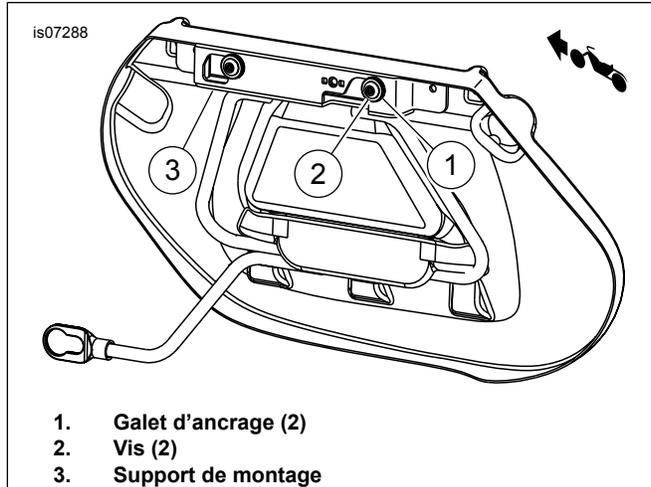

Figure 2. Marquer les emplacements de perçage
- d. Voir Figure 2. Introduire les galets d'ancrage dans le support de montage. Introduire une vis dans le galet d'ancrage (8) et la sacoche pour positionner correctement le support.